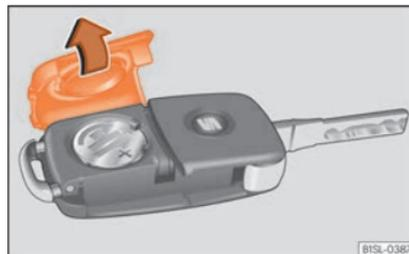

Fig. 129 Chave do veículo: tampa do compartimento da pilha.
A pilha encontra-se na parte traseira da chave do veículo, sob uma tampa » Fig. 129.
- Retire a tampa da parte traseira da chave do veículo »» Fig. 129 na direção da seta »» ❶.
- Coloque a tampa na carcaça da chave do veículo, pressionando-a tal como se mostra »» Fig. 129, no sentido contrário ao da seta, até que encaixe.
❶ CUIDADO